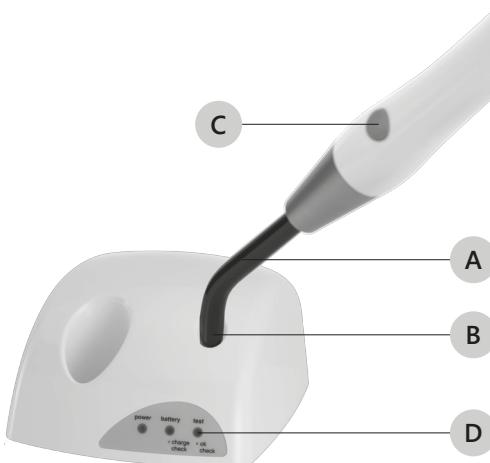

Figure 8 – Mesurage de l'Intensité Lumineuse
1. Poser la fibre optique (Figure 8 à page 18 - Réf. A) sur un plan, sans appuyer, directement sur la surface du senseur d'intensité (Figure 8 à page 18 - Réf. B);
2. Brancher la lampe en appuyant sur la touche on/off (Figure 8 à page 18 - Réf. C).